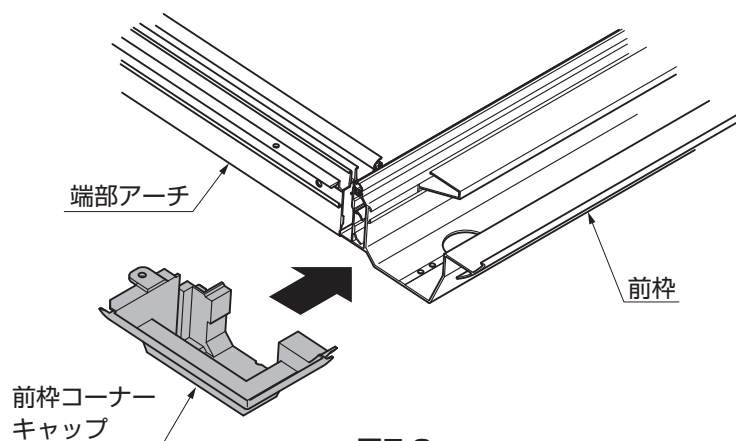

図7-2
- ②前枠コーナーキャップを前枠に挿入してください。(図7-2参照)